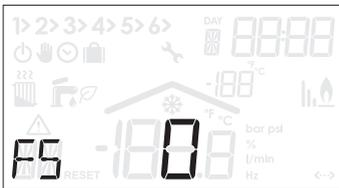

Figura 5.28
- Scorrere i vari menu premendo il tasto 24 fino a far apparire sul display LCD la scritta **FS 0** (Figura 5.28).